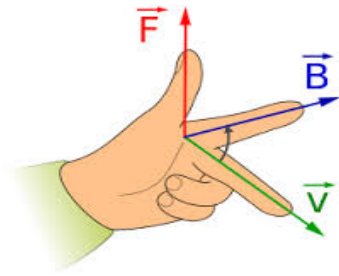

Figura 1.8. Ley de la FEM
La Figura 1.8 indica como el dedo índice señala la dirección de las líneas de flujo del campo magnético, el dedo pulgar nos indica la dirección del movimiento del conductor la forma para producir el movimiento (F) y el dedo medio que nos indica la dirección de la f.e.m. , para mayor comprensión imaginarse como si fuera un tirabuzón, simbólicamente se puede expresar con